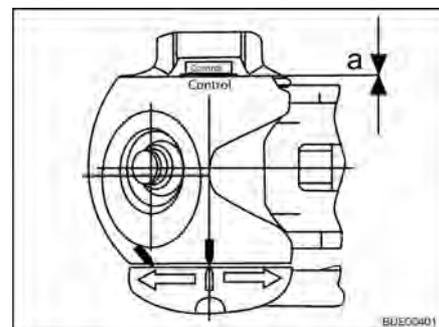

Bild 197 Verschleißkontrolle
- Abstand $a = 0$ (Bild 197): Reibbeläge kontrollieren und ggf. austauschen.